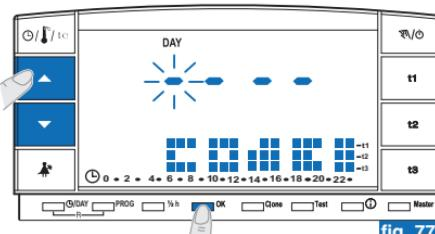
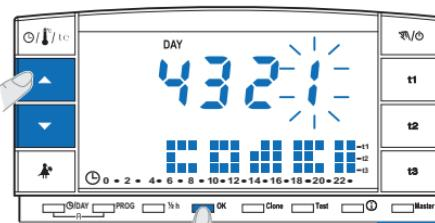

fig. 77
fig. 78
- En el pantalla aparecerá el mensaje **COdE II** y el primer guion a la izquierda parpadeará (fig.77); registrar la **nueva contraseña** con las teclas **▲▼** luego confirmar cada valor con la tecla **OK** (ejemplo fig. 78).
- Cuando en el pantalla aparezca el mensaje **COdE II** registrar los 4 guiones (- - - -) y confirmar cada "guion" con la tecla **OK** (fig. 77).